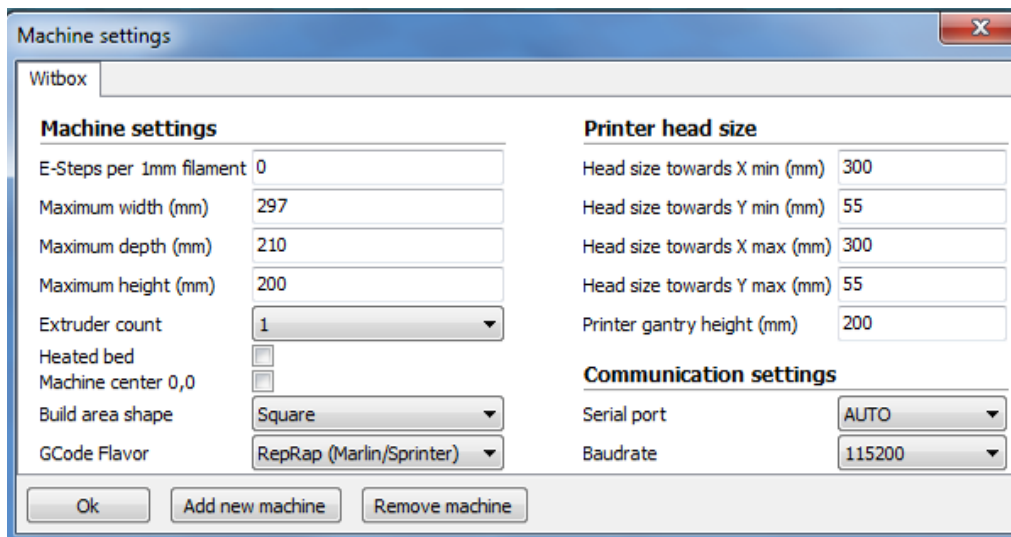

Figure 4.14 Fenêtre principale de réglages de l'imprimante
- 3 Depuis le menu principal : **Machine > Machine Settings**. Dans la section **Communication Settings**, choisissez pour port de série, n'importe lequel des ports COM qui s'affichent (COM 1, COM 2, COM 3...), indépendamment de son numéro. Dans la section de la vitesse, sélectionnez 115200 (fig. 4.14).